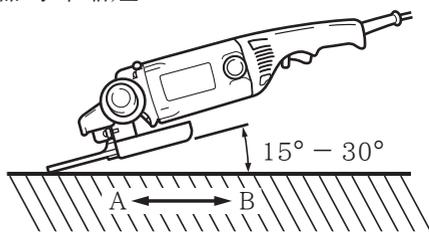

图 1
切勿将砂轮的全表面施加于要研磨的材料上。如图 1 所示，机器应保持 $15^\circ - 30^\circ$ ，使砂轮的外缘以最佳角度与工件相接触。
3. 用新砂轮首次进行研磨时，应将角向磨光机由对面横过工件往操作人员这边拉，以免挖人工件（图 1 的 B 方向）。等砂轮的前缘适当磨损后，就可往任何方向进行研磨。